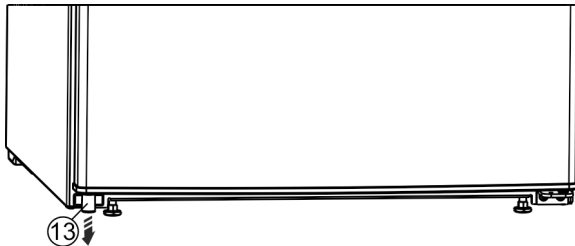

Fig. 13 *
- ▶ Hiqni nga dera pjesën distancuese Fig. 13 [13] majtas poshtë.*